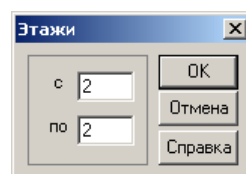

Рис.1.21.8. Окно диалога **Этажи**
- В открывшемся окне диалога **Этажи** (рис. 1.21.8) задайте следующие параметры: